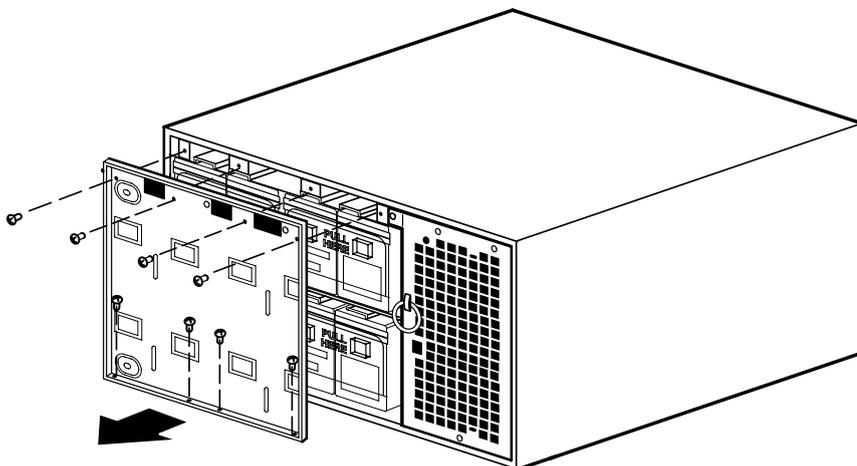

Abbildung 53. Entfernen der Abdeckungsplatte des USV-Batterien
3. Die acht Schrauben an der Batterie-Abdeckungsplatte herausdrehen und aufbewahren. Die Platte abnehmen. Siehe Abbildung 53.